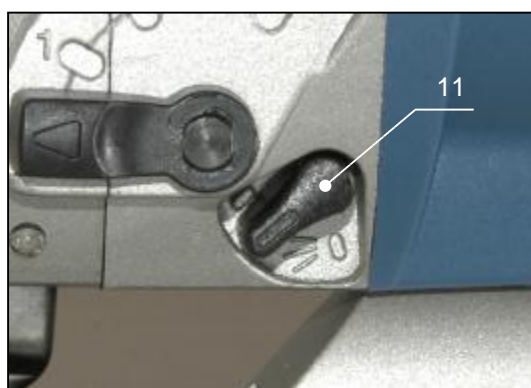

Рис.9
- Раздув опилок нельзя применять при резке металлов и, когда при работе используется охлаждающая жидкость или смазка. Так же раздув не применяют, если используется приспособление для отсоса опилок. Для прекращения подачи направленного потока воздуха в область резки, необходимо рычаг (поз.11, рис.9) перещёлкнуть в положение «нет раздува».